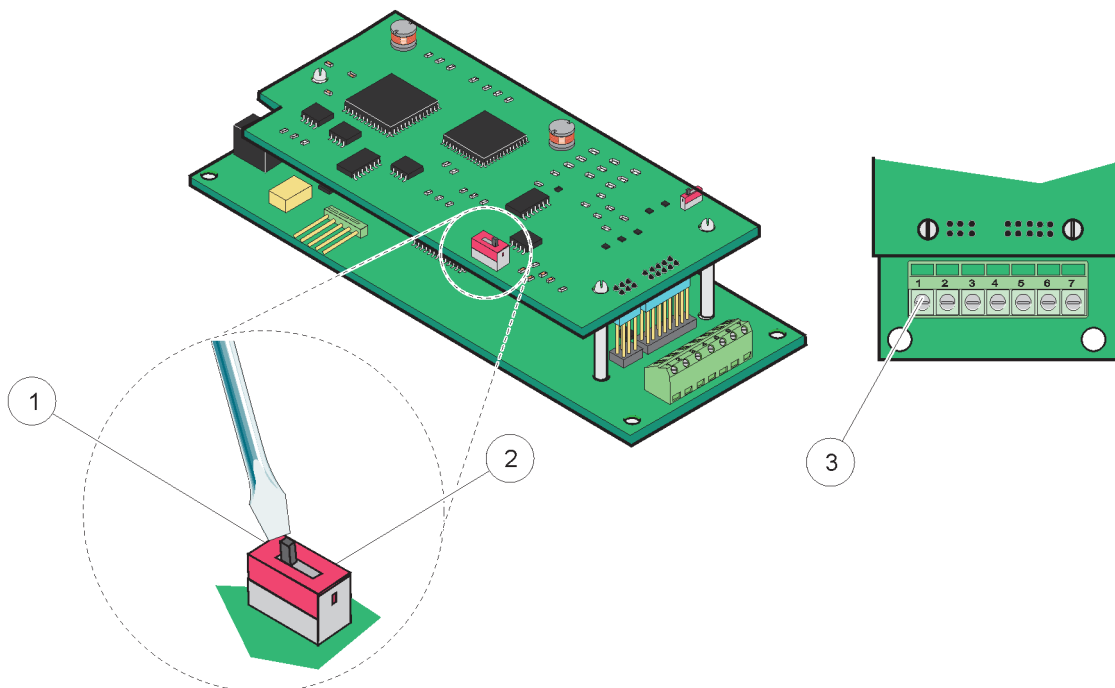
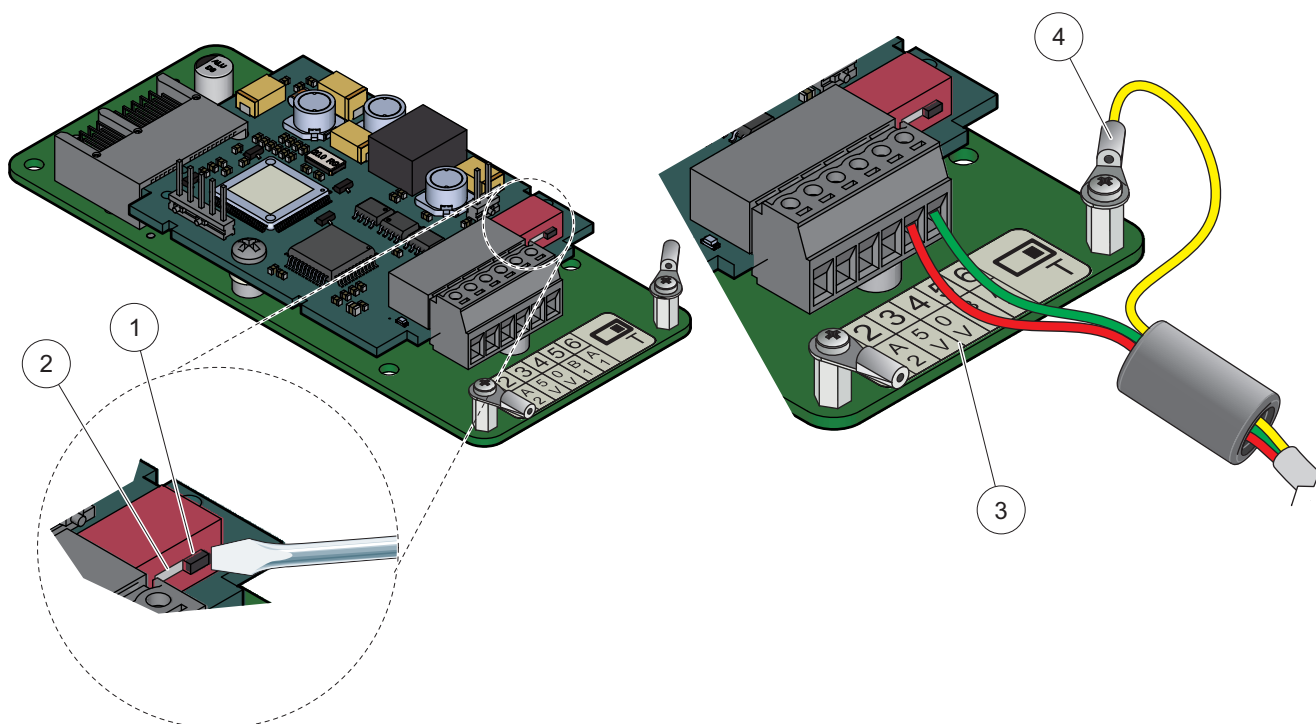

Рисунок 25 Соединения платы Profibus DP (YAB020 до декабря 2013 года)
Рисунок 26 Соединения платы Profibus DP (YAB103/YAB105 начиная с декабря 2013 года)
4. Пропустите кабель через основание модуля, хорошо подготовьте и вставьте каждый провод в клемму в соответствии с Рисунок 25/Рисунок 26 и Таблица 8/Таблица 9. Убедитесь в том, что экран подключен к контактной площадке с резьбой на плате.